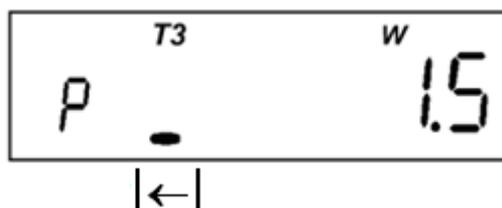

Рисунок 4.12
- прогнозируемая отпущенная активная мощность (отображается мнемоникой " W " и маркером " $| \leftarrow$ "). Только для двунаправленных счетчиков (рисунок 4.12):